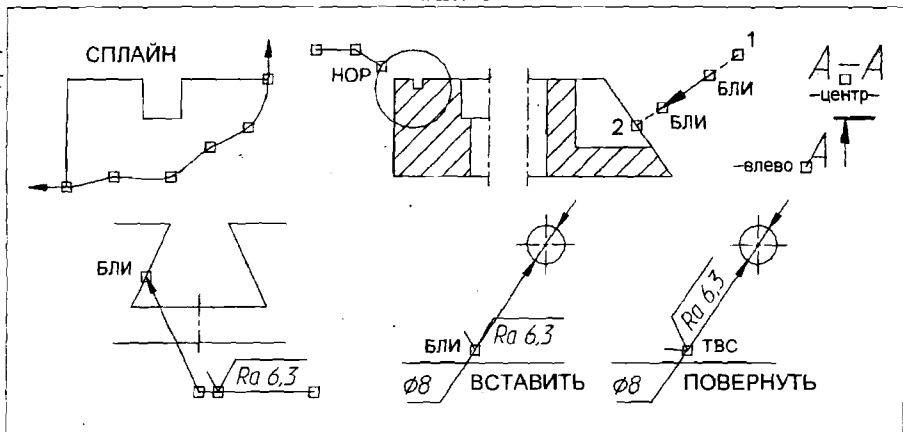

Рис.17
1. Командой СПЛАЙН (SPLINE) построить линию обрыва. Направления касательных в начальной и конечной точках сплайновой кривой рекомендуется указывать примерно перпендикулярно линиям, которые ограничивают сплайн (рис.17).
Для выполнения стрелки дополнительного вида (см. рис.17) сначала необходимо построить вспомогательный отрезок из точки 1 перпендикулярно наклонной грани, указав точку 2 с привязкой НОР (PER), после чего начальную и конечную точки линии-выноски указать с привязкой БЛИ (NEA) (ближайшая к этому отрезку). После этого удалить вспомогательный отрезок.
4. Командой КРУГ (CIRCLE) построить круг, ограничивающий область выносного элемента. Командой ОТРЕЗОК (LINE) построить изображение полки с выноской, причем точку конца выноски указать с привязкой НОР (PER) как основание перпендикуляра к кругу (см. рис.17).
6. Командой **БВЫНОСКА (QLEADER)** построить выноску с полкой для обозначения шероховатости поверхности паза, указав начало выноски с привязкой **БЛИ (NEA)** (см. рис.17).
7. Командой **ВСТАВИТЬ (INSERT)** вставить блок **Ш_1** обозначения шероховатости поверхности отверстия, указав точку вставки блока с привязкой **БЛИ (NEA)** к размерной линии (см. рис.17).